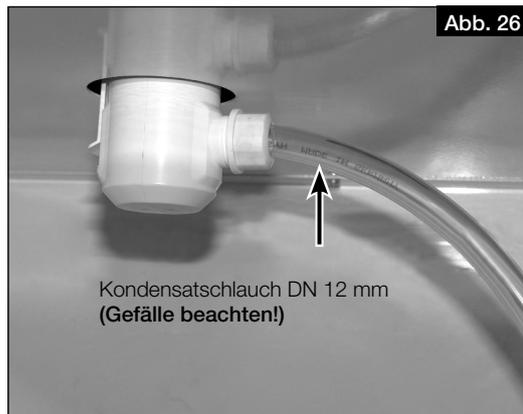

Abb. 26
6. Kondensatschlauch (Länge max. 1,5 m) an das Entwässerungssystem des Gebäudes anschließen (s. Abb. 26).